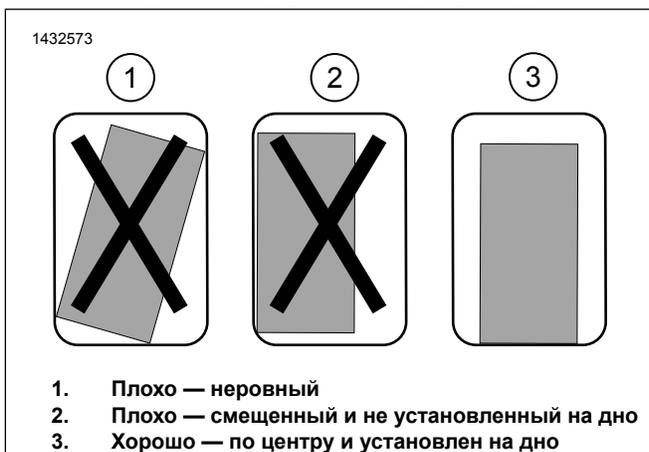

Рисунок 4. Установка монтажного кронштейна
- a. См. рис. 4. Проверьте установку монтажного кронштейна в сборе. Кронштейн должен быть прямым и располагаться по центру как можно ближе к нижней части кофра.
- c. См. рис. 4. Проверьте окончательное положение кронштейна, убедившись, что он установлен прямо и располагается по центру как можно ближе к нижней части кофра.